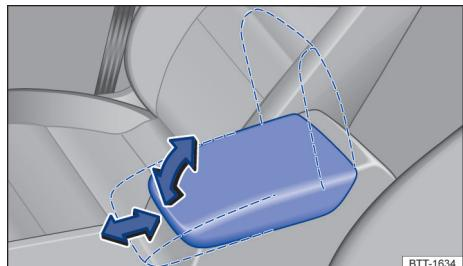

Fig. 81 Descansa-braço central dianteiro.
- Para *levantar*, puxar o descansa-braço central gradativamente para cima no sentido da seta → Fig. 81.
- Para *ajustar longitudinalmente*: deslocar o descansa-braço central totalmente para frente → Fig. 81 ou totalmente para trás.